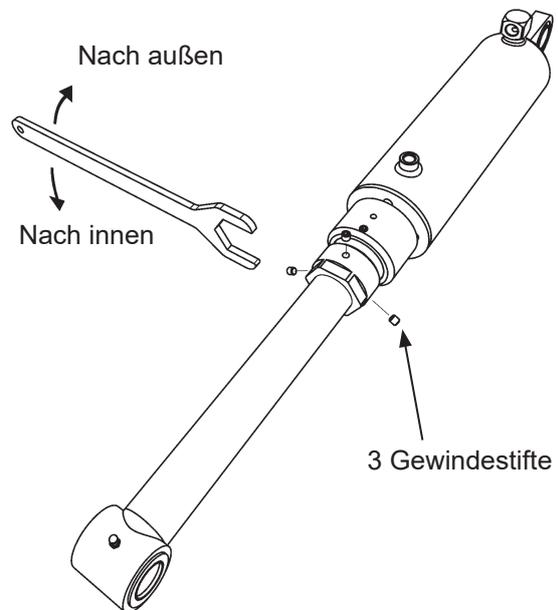

Abb. 44. Einstellung des Neigungswinkels
5. Die drei Gewindestifte am zweiten Kippzylinder lösen. Siehe Abb. 44.
6. Das Einstellgewinde so drehen, dass der Kippzylinder mit der Befestigung an der Ladebordwand übereinstimmt. Siehe Abb. 44.